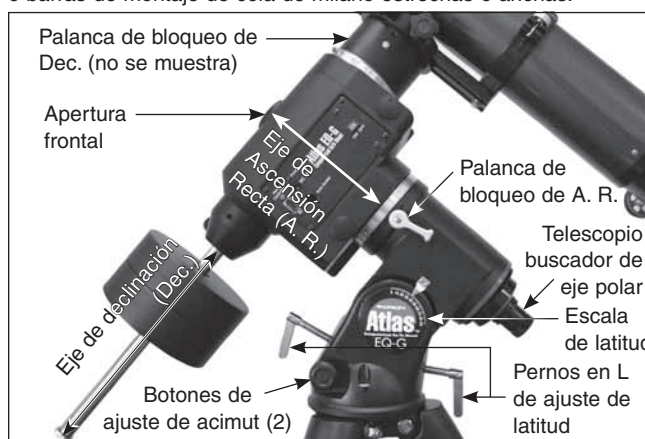

Figura 8. Ejes de A. R. y Dec. de la Atlas EQ-G y piezas relacionadas.
1. Con una mano situada en el tubo óptico del telescopio, afloje la palanca de bloqueo de A. R. (consulte la figura 8). Asegúrese de que la palanca de bloqueo de Dec. está bloqueada por el momento. Ahora debería ser posible girar libremente el telescopio alrededor del eje de ascensión recta. Gírelo hasta que el eje de contrapeso quede paralelo al suelo (es decir, horizontal).
2. Hay dos pernos en L de ajuste de latitud (consulte la **figura 8**); afloje uno mientras aprieta el otro. De esta manera ajustará la latitud, o el ángulo de altura, de la montura. Siga ajustando la montura hasta que el puntero de la escala de latitud se fije en la latitud del lugar de observación. Si no conoce su latitud, consulte un atlas geográfico o Internet para averiguarla. Por ejemplo, si su latitud es 35° al norte, ajuste el puntero a 35. El ajuste de la latitud no debería tener que volver a ajustarse a menos que se desplace a un lugar de observación a cierta distancia.
3. Afloje la palanca de bloqueo de declinación y gire el tubo óptico del telescopio hasta que quede paralelo al eje de ascensión recta, como se muestra en la **figura 8**.